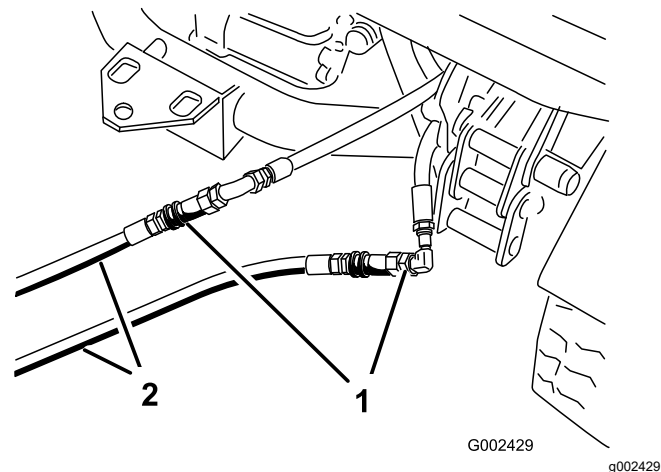

图 74
3. 在禁用的机器上将 2 个跳线软管连接至断开的软管图 74。